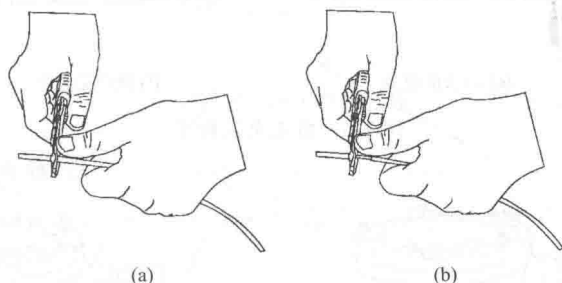

图 1-4 剥线钳的使用
③ 斜嘴钳 斜嘴钳主要用于切断较细的导线，特别适用于清除接线后多余的线头和飞刺等。
④ 剥线钳 剥线钳是剥离较细绝缘导线绝缘外皮的专用工具，一般适用于线径为 $0.6 \sim 2.2\text{mm}$ 的塑料和橡胶绝缘导线，如图 1-4 所示，其主要优点是不伤导线、切口整齐、方便快捷。使用时应注意选择铡口大小与被剥导线线径相当的剥线钳，若小则会损伤导线。